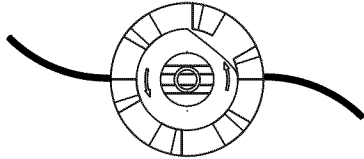

Fig. 16
3. Desenrosque la línea vieja de la bobina y sáquela del orificio central de la bobina. (Fig. 16)